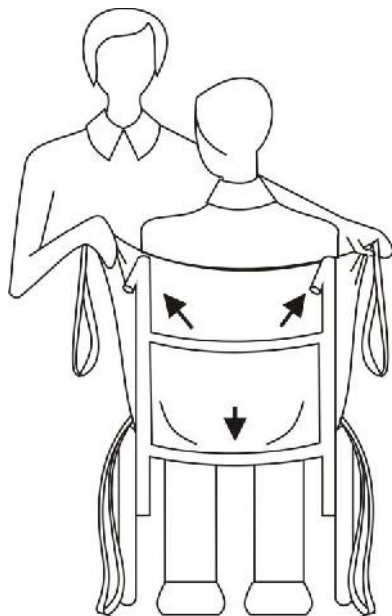

Figura 15. Forma de poner el arnés universal desde la posición sentado.
- ✓ Deslice el arnés por la espalda del paciente y bájelo hasta la línea media de sus glúteos (sin necesidad de levantar al paciente); cuidando de que el paciente quede centrado verticalmente en el arnés. (ver figura 15)